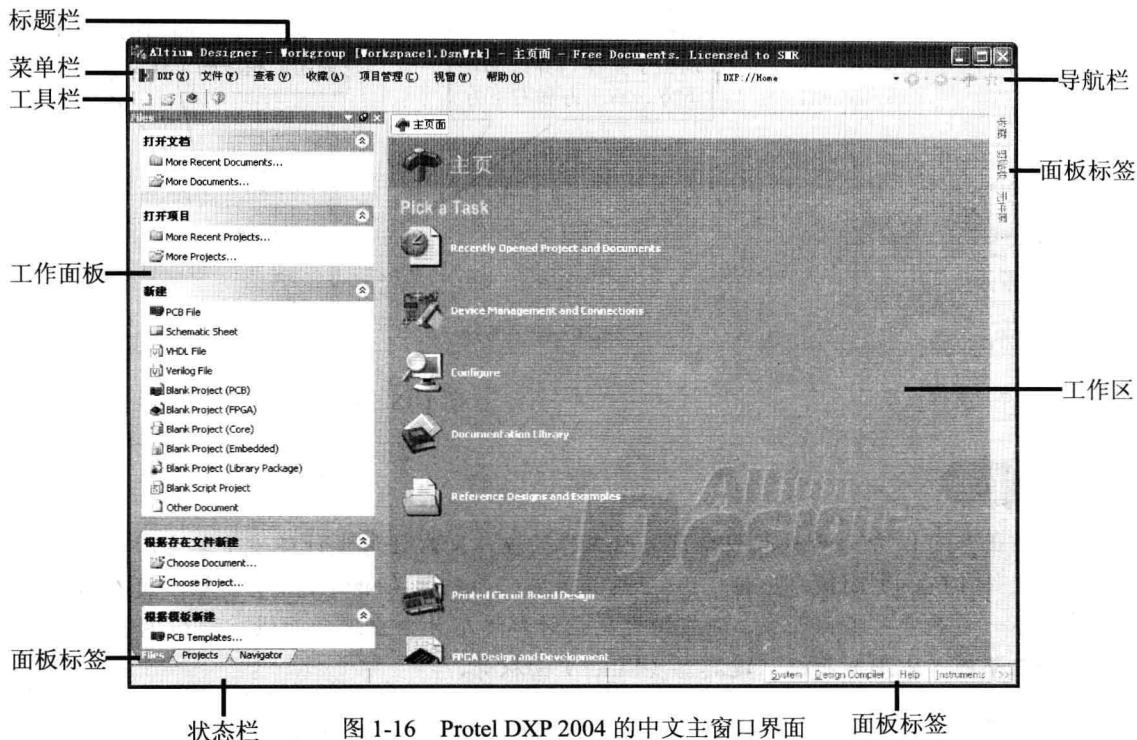

图 1-16 Protel DXP 2004 的中文主窗口界面
**步骤 4▶** 在 Protel DXP 2004 主窗口中单击右上角的“关闭”按钮 $\times$ ，退出 Protel DXP 2004。然后重新启动软件，可以看到 Protel DXP 2004 已变成了中文界面，如图 1-16 所示。其中各组成部分的意义和功能如下。